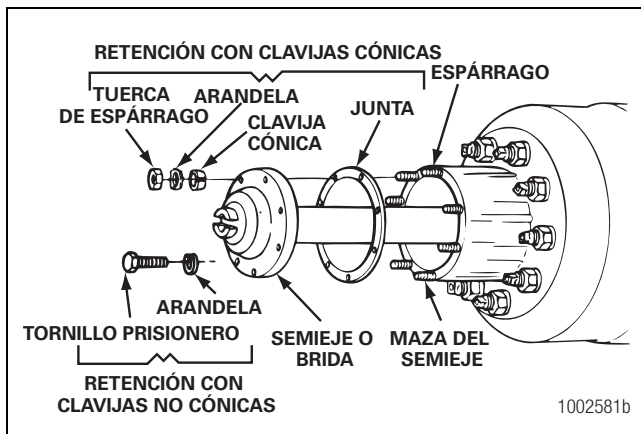

Figura 11.9
8. Quite las tuercas de los espárragos o tornillos prisioneros y las arandelas de la brida del semieje. Figura 11.9.
9. Afloje las clavijas cónicas, si así está equipado, de la brida del semieje. Consulte en la Sección 3 las herramientas y los procedimientos de desmontaje recomendados. Figura 11.9.
10. Retire las clavijas cónicas, los semiejes y las juntas, en caso de que se utilicen. Figura 11.9.
6. Instale la junta, si se estuviera usando, y el semieje en la caja del eje y en el portadiferencial, en el mismo lugar de donde fue quitada. La junta y la brida del semieje deben estar planas contra la maza de la rueda. Gire el semieje o el sistema de transmisión según sea necesario para alinear las ranuras y los orificios de la brida con los espárragos de la maza. Figura 11.9.